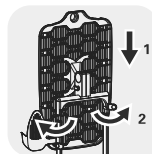

图6
- 将熨烫板正面朝向与水箱方向一致，插入伸缩杆顶部并锁紧锁扣。(图6)